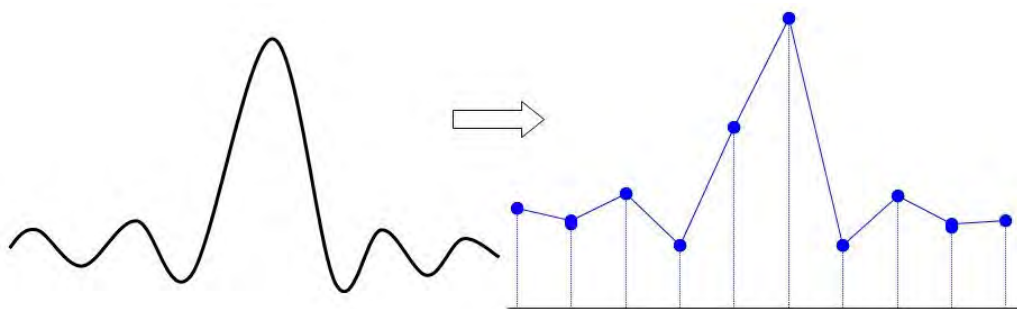

Figure 10-1
(2) Effet d'une faible fréquence d'échantillonnage
- Distorsion de la forme d'onde : En raison du faible taux d'échantillonnage, les détails de la forme d'onde peuvent manquer, la forme d'onde échantillonnée peut être très différente du signal réel, comme le montre la figure 10-1.